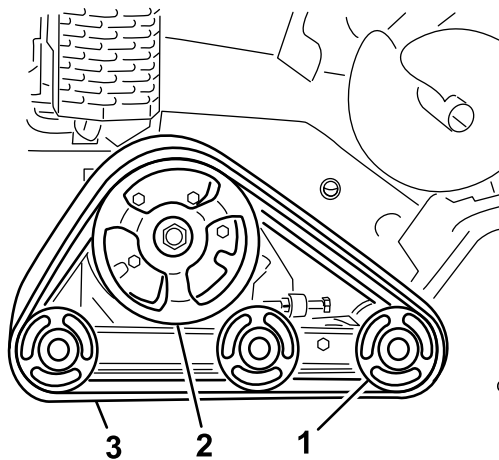

Figura 54
**Important:** Aveți grijă să curățați complet roile de rulare i roata de ghidaj (Figura 54). Roile de rulare trebuie să se poată roti liber atunci când sunt curate.